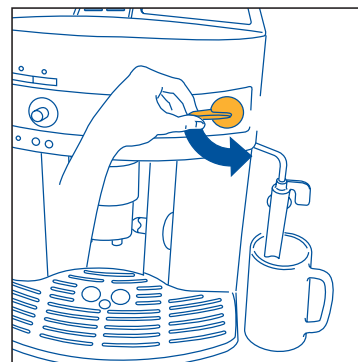
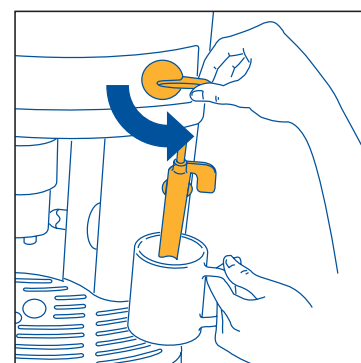
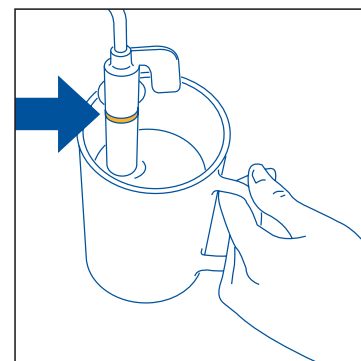

Fig.5
Fig.23
Fig.24
3. **INMEDIATAMENTE DESPUÉS, ANTES DE TRANSCURRIDOS 30 SEGUNDOS** gire el mando de vapor media vuelta hacia la izquierda hasta el tope (fig. 5) (es normal que la máquina haga ruido).
- Gire el mando vapor media vuelta hacia la izquierda hasta el fondo (fig. 5): el agua caliente saldrá por el emulsionador y empezará a llenar el recipiente de abajo.
- **Inmediatamente después, antes de transcurridos dos minutos como máximo** (en caso contrario la máquina vuelve automáticamente a la función café), sumerja el emulsionador en el recipiente de la leche (fig. 23) procurando no superar la línea marcada en el emulsionador (indicado por la flecha de la fig. 24). Gire el mando vapor media vuelta hacia la izquierda hasta el tope (fig. 5). (Tenga cuidado en no quemarse). Del emulsionador saldrá vapor que le dará un aspecto cremoso a la leche y aumentará su volumen. Para formar una espuma más cremosa, sumerja en la leche el emulsionador y gire el recipiente con movimientos lentos de abajo hacia arriba. (Se aconseja no erogar vapor durante más de 2 minutos seguidos).
- Haga salir un poco de agua o vapor durante algunos segundos girando el mando de vapor hacia la izquierda hasta el tope (fig. 5). Con esta operación, el tubo de vapor descarga la leche que pueda haber quedado en su interior. **IMPORTANTE:** por razones de higiene se aconseja realizar esta operación para que la leche no se deposite en los circuitos internos del emulsificador.